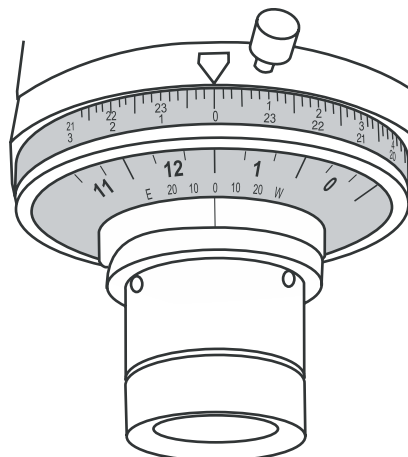

Рис. h-4
1. Поверните ось прямого восхождения так, чтобы указатель шкалы «Долгота» (рис. h-4) совпал с указателем шкалы «Дата». Затяните ось прямого восхождения.